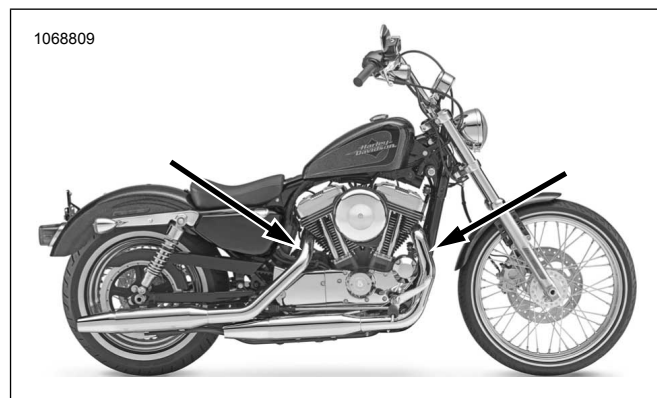
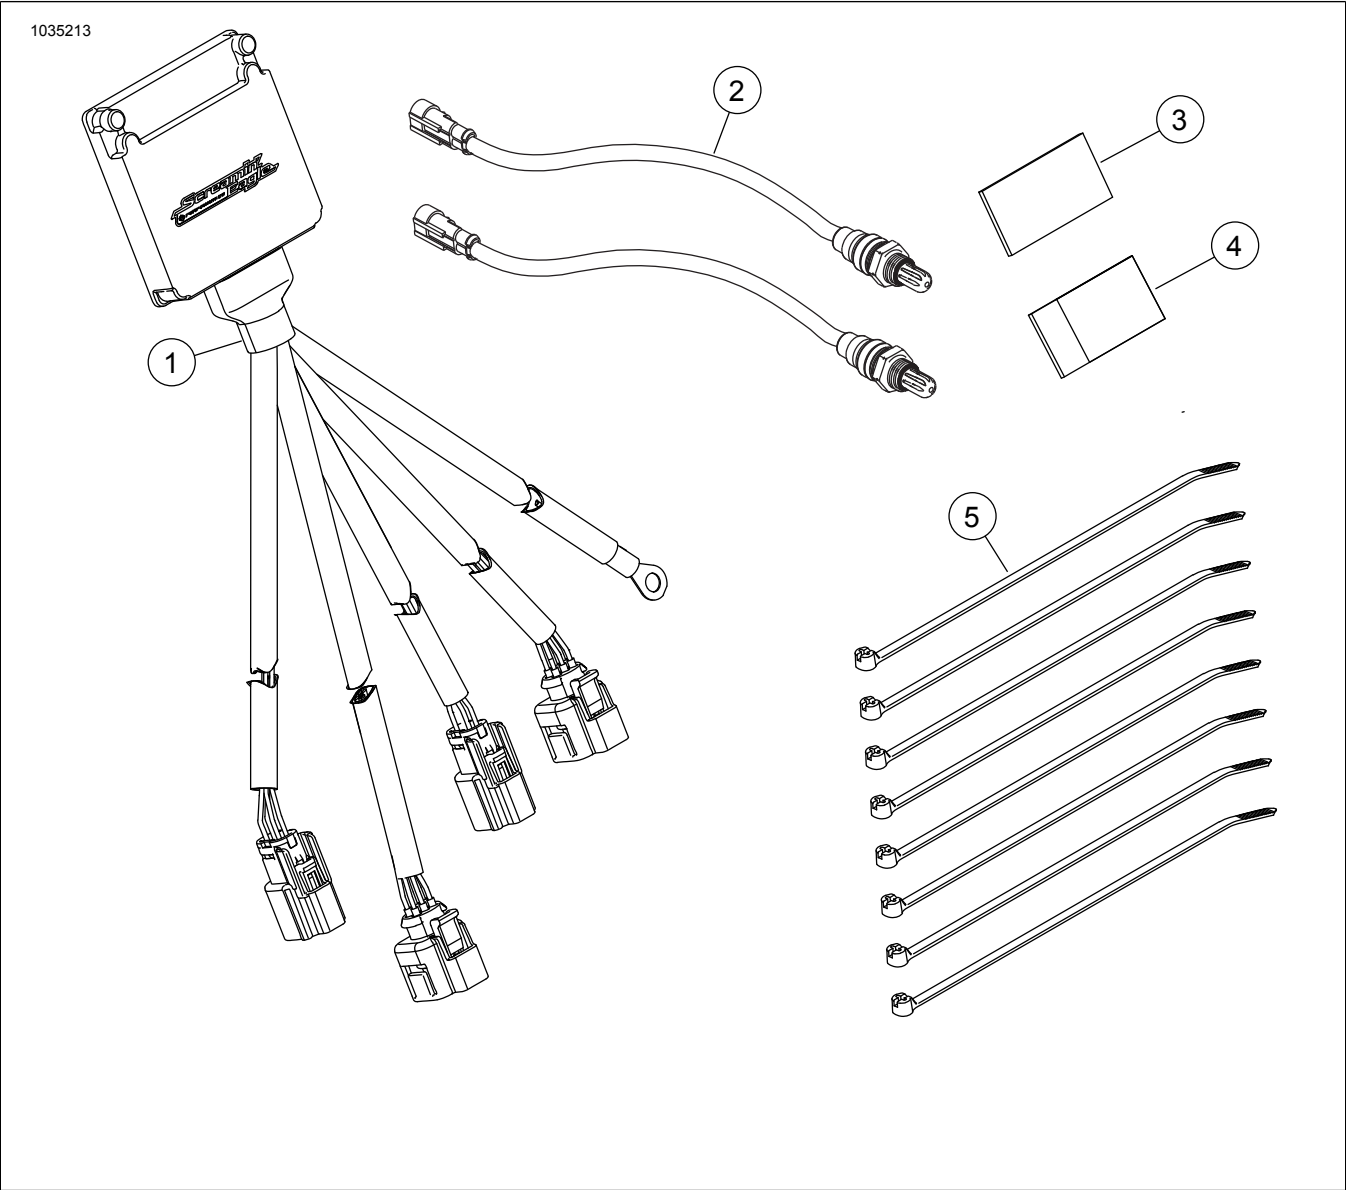

Figura 48. Localizações do sensor de oxigênio (lado interior dos tubos de escape)
Figura 52. Conteúdo do kit: Kit do Módulo de Afinação Automática (ATM) Smart Tune Pro
Ver Figura 48, Figura 52 e Tabela 5. Instalar os sensores de oxigênio de banda larga (2). Utilizando o casquilho do sensor de oxigênio (Ref. HD-48262-A) aperte com um binário de: